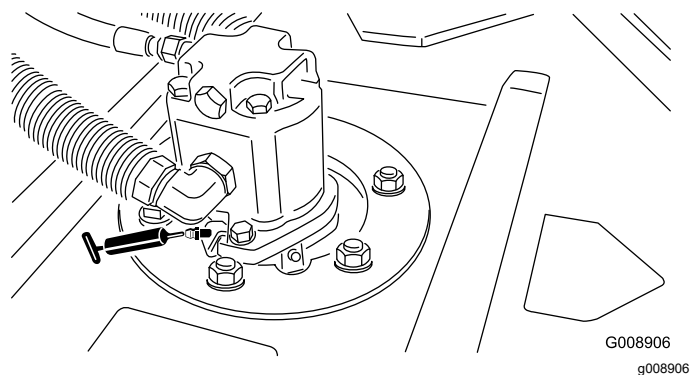

図 71
- カuttingユニットのスピンドルシャフトのベアリングユニット2台に1ヶ所 — 図 71